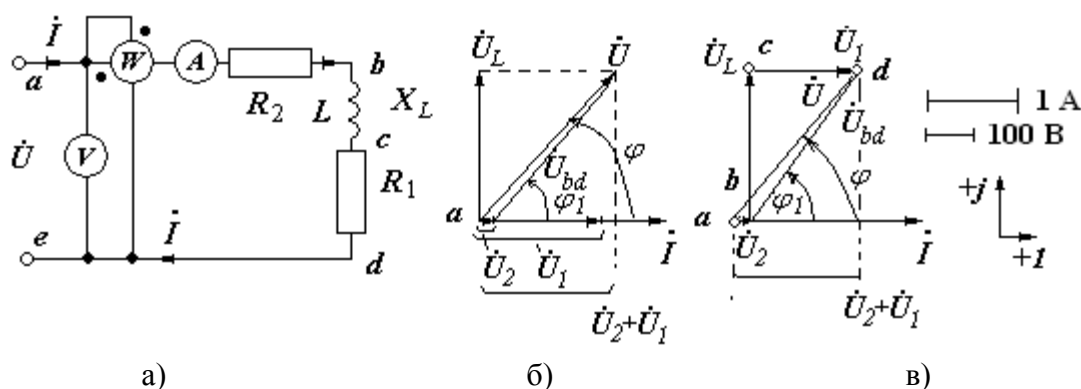

Рис. 2.1. Схема (а) и векторные (б, в) диаграммы к задаче 2.1
Имеется цепь переменного тока частотой $f = 50$ Гц с активно-индуктивной нагрузкой (рис. 2.1). Показания приборов (амперметра, вольтметра, ваттметра) приведены в таблице 2.1.
Для электрической схемы, соответствующей номеру варианта и изображенной на рис. 2.1, выполнить следующие этапы расчета.
1. Зарисовать схему и записать задание, соответствующее номеру варианта (рис. 2.1, табл. 2.1).